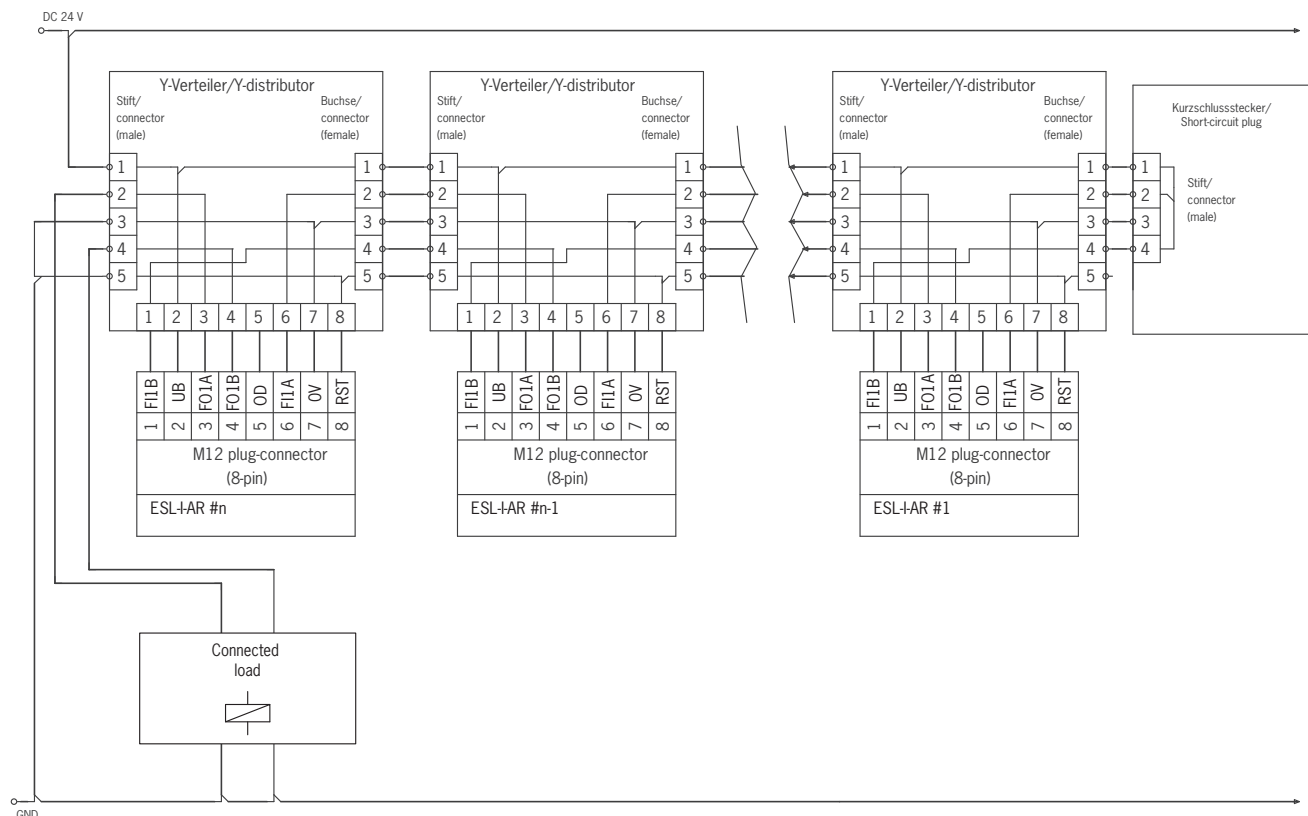

Bild 4: Anschlussbeispiel für Reihenschaltung mehrerer ESL-AR
- Es muss ein gemeinsames Signal für alle Schalter in der Kette verwendet werden. Dies kann ein Wechselschalter sein, es kann aber auch der Ausgang einer Steuerung verwendet werden. Ein Taster ist nicht geeignet, da der Reset im Betrieb immer auf GND liegen muss (siehe Schalter S1 in *Bild 4 auf Seite 17*).
Damit dies möglich ist, muss der Eingang RST wie in *Bild 4 auf Seite 17* beschaltet sein.